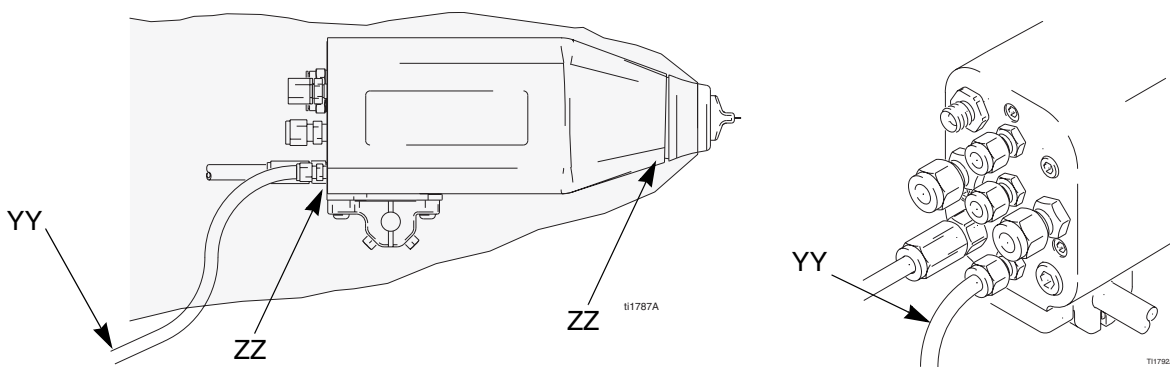

Fig. 16. Comprobación de las fugas de fluido
Durante el funcionamiento, revise periódicamente el tubo de evacuación del colector (YY) y ambos extremos de la carcasa de la pistola (ZZ) por si se detecta fluido. Vea Fig. 16. La presencia de fluido en dichas áreas sería una indicación de que existen fugas de fluido que podrían estar causadas por fugas en las conexiones del tubo de fluido o a través las empaquetaduras de fluido.